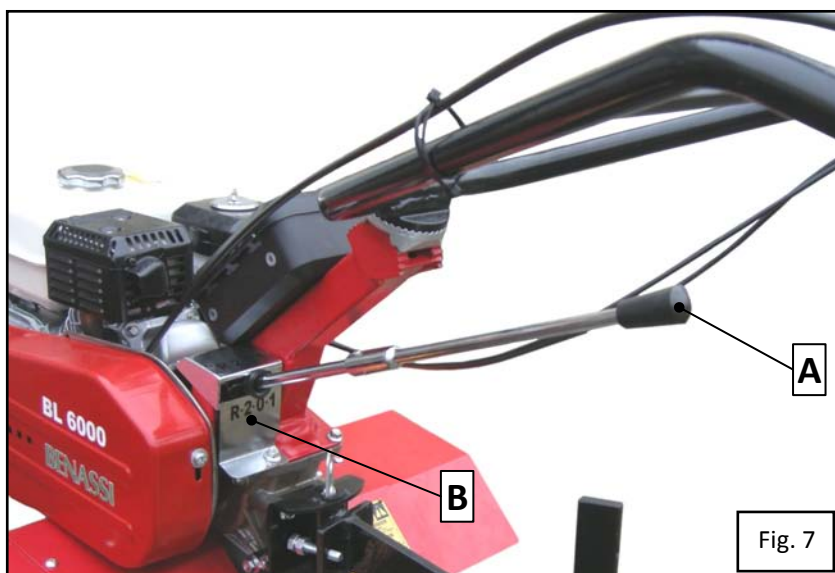

Fig. 7
1. avec la machine arrêtée porter le levier de changement de vitesses (Fig.7 Réf. »A «) en première ou en deuxième vitesse (Fig.7 Réf. »B «)
1. avec la machine arrêtée porter le levier de changement de vitesses (Fig.7 Réf. »A «) en position » R « (Fig.7 Réf. »B «)